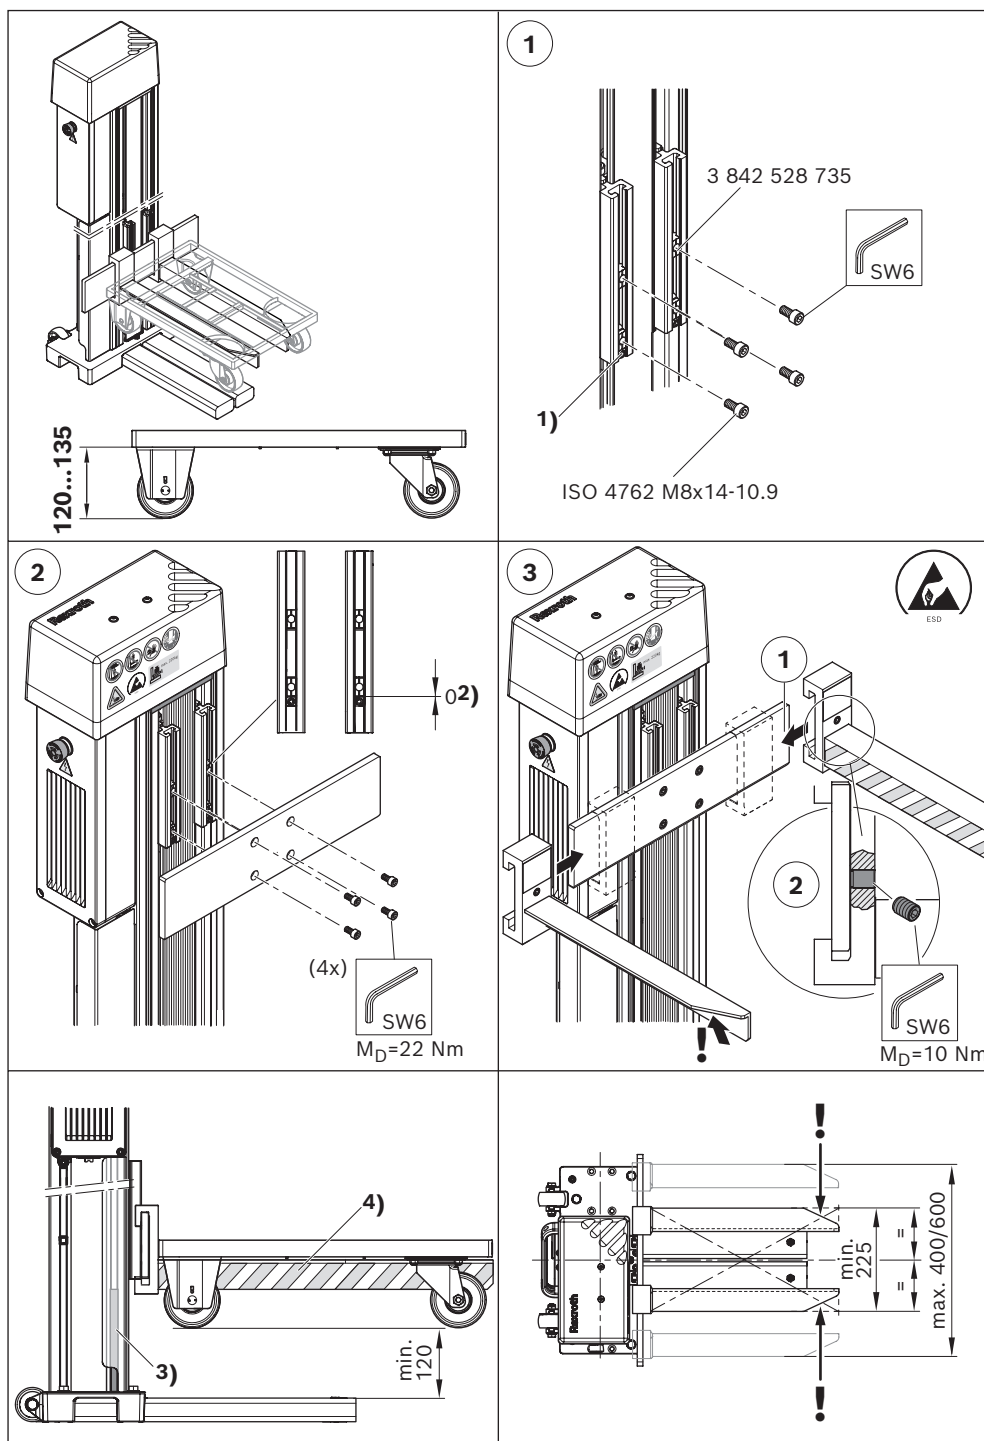

Fig. 18 : Montage plaque d'ancrage, fourches pour support roulant avec ≥ 120 mm d'espace au sol
- Support roulant avec 135 mm d'espace au sol (voir Fig. 18)